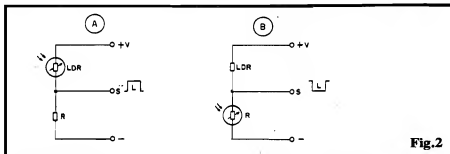

Fig.2
- FIG. 2 - "RECOLHENDO" OS SINAIS ELÉTRICOS DE UM LDR - A mera variação resistiva de um LDR, sob a presença de também variados níveis luminosos, normalmente não é diretamente "aproveitável", justamente pela citada baixa dissipação do dispositivo... Assim, em termos práticos, é mais simples e efetivo "recolher" os sinais elétricos através de um "truque" básico em DIVISOR DE TENSÃO... O diagrama mostra duas das estruturas mais usadas... Em 2-A temos o LDR formando um divisor de Tensão com o resistor R, estando o foto-sensor no "ramo superior" do dito divisor... Se submetermos o conjunto a uma Tensão contínua V (e - isso é importante - condicionando previamente o valor de R às nossas necessidades de excursão do sinal), o ponto S ("nó" do divisor de Tensão...) apenas apresentará um nível relativamente "alto" de Tensão, se o LDR estiver na presença de luz... Se o foto-sensor estiver na escuridão, o ponto de Saída S mostrará um nível de Tensão "baixo"! Com toda facilidade podemos "inverter" o comportamento do arranjo, simplesmente "trocando de lugar" o LDR e o resistor R, conforme sugere o diagrama 2-B (agora com o LDR no ramo inferior do divisor...). Nesse caso, o ponto de Saída S mostrará um nível de Tensão sensivelmente "baixo" quando o LDR estiver sob LUZ forte... Se o foto sensor for obscurecido, então o ponto S mostrará um nível substancialmente mais "alto", de Tensão... Observem, então, que as variações de Tensão no ponto S (em qualquer dos casos) será sempre notável, desenvolvendo-se em ampla gama, facilitando assim o trabalho de aproveitamento do sinal... Basta amplificarmos tal manifestação (via transístores, amplificadores operacionais Integrados, etc.) para podermos realizar quaisquer trabalhos mais "pesados", a partir dos sinais fornecidos pelo foto-sensor...